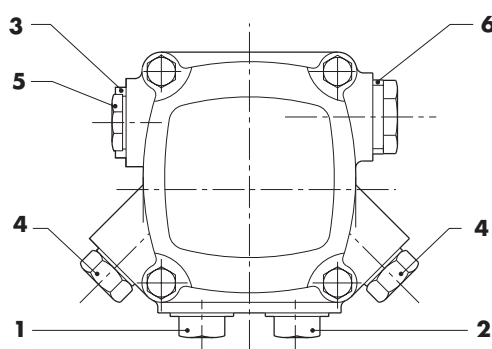

FIG. 11
- Quitar el destornillador de la parte móvil del relé del motor. Montar el manómetro y el vacuómetro en la bomba (para los acoplamientos véase la fig. 11);